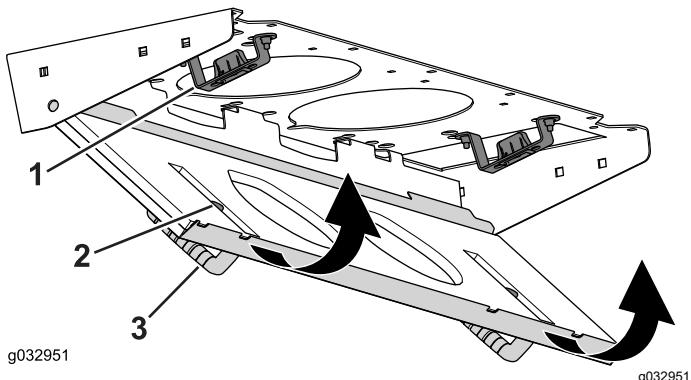

Рисунок 132
4. Поверните сетчатый фильтр вокруг монтажных лепестков так, чтобы защелка зафиксировалась в креплении защелки в сборе (Рисунок 132).